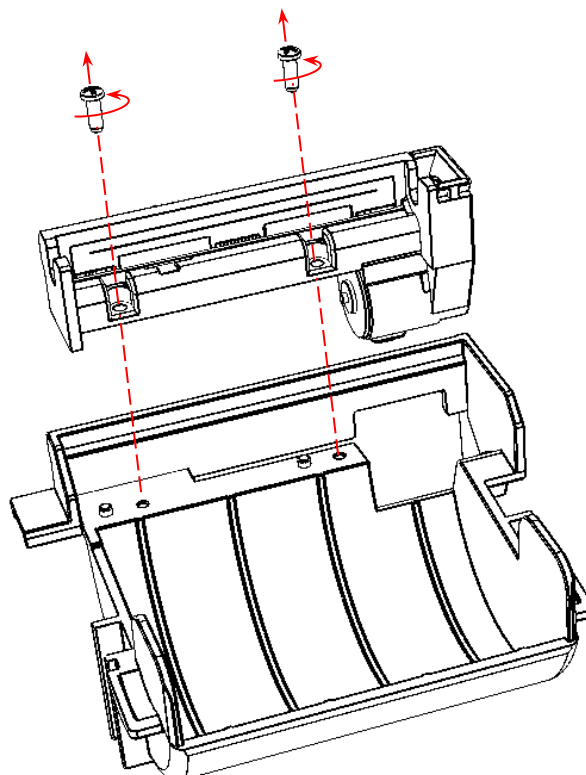

Рисунок 18. Извлечение основной части ТПГ
9. Установить на лоток новый экземпляр ТПГ, вкрутить винты (см. рисунок 18).